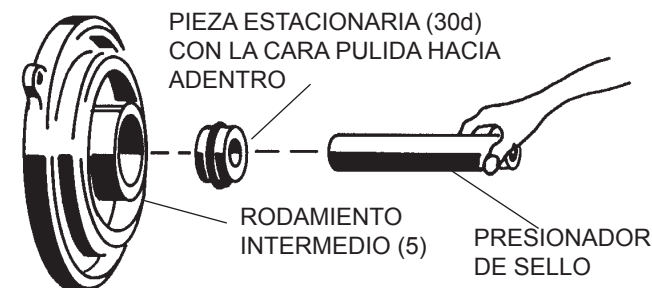

FIGURA 4
Aplique un poco de aceite en la pieza fija (30d) con la superficie recubierta apuntando hacia el motor, presione la pieza fija (30d) usando el Aparato para empujar sellos dentro del material intermedio (5) hasta que se asiente sobre la pieza giratoria (30c) y reemplace el anillo activado a presión (4), vea la FIGURA 4.